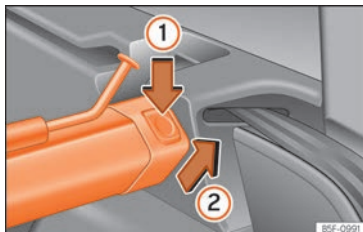

Abb. 158 Im Gepäckraum: Trennnetz abnehmen.
- Linke oder rechte Entriegelungstaste » Abb. 158 in Pfeilrichtung ① drücken.
- Stützschaube in Pfeilrichtung » Abb. 158 ② abnehmen.
- Schale der Träger links und rechts entgegen der Pfeilrichtung drücken » Abb. 158 ②, bis diese einrastet.